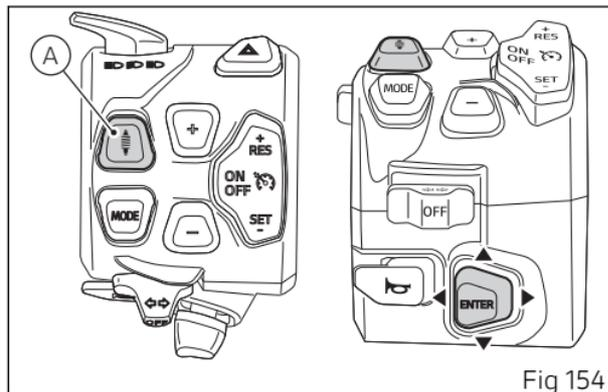

Fig 154
- Premere il pulsante (A, Fig 154) per attivare il menu dedicato.